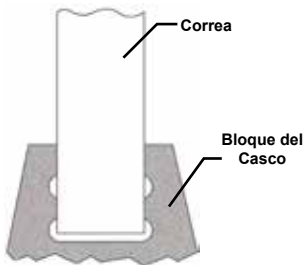

Figura 4-7. Ajuste del Largo de la Correa de Casco
3. Ponga el PVS-7 en el encaje de la montura de casco. (Véase la Figura 4-7.) Fije la aportación ocular presionando los botones en los lados y cuidadosamente mueva las gafas adelante o atrás hasta que las copas oculares sellen cómodamente alrededor de los ojos. Reajuste las correas del casco como se requiere para el ajuste vertical.
4. Prenda el PVS-7. Ajuste la inclinación al usar el pomo del ajuste de inclinación (Figura 4-7) hasta que se obtenga un ángulo de vista cómodo.